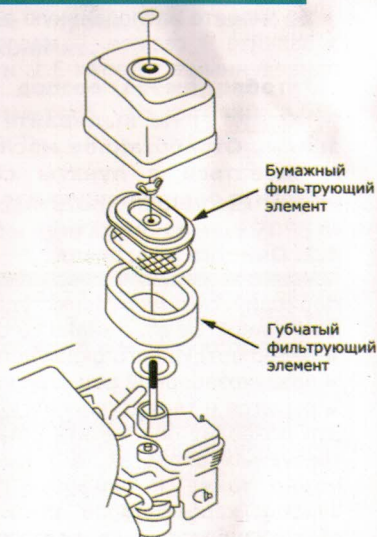

Рис.11
- Снимите крышку воздушного фильтра, отвернув гайку-барашек (рис.11).